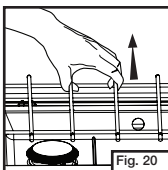

Fig. 20
- Levante la parrilla. (Fig. 20)